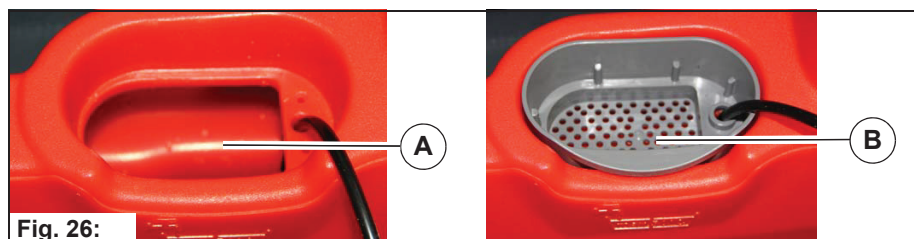

Fig. 26:
3. Retirer l'élément encastrable de l'orifice de remplissage **Fig. 26-A**.
5. Ajouter du produit nettoyant selon les prescriptions du fabricant à travers l'élément de tamis **Fig. 26-B**.